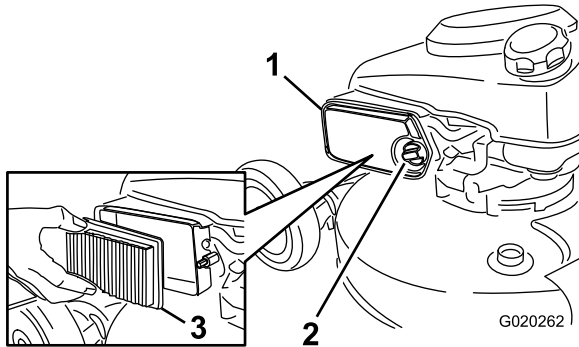

Figura 24
2. Desenrosque y abra la tapa del limpiador de aire (Figura 24).